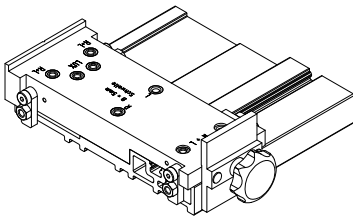

Abb. 1 Bohrlehre T053
2. Schwelle **Z112** mit Hilfe der Bohrlehre **T053** (Abb. 1) oder gemäß Bohrbild (Abb. 2) an beiden Enden vorbereiten.